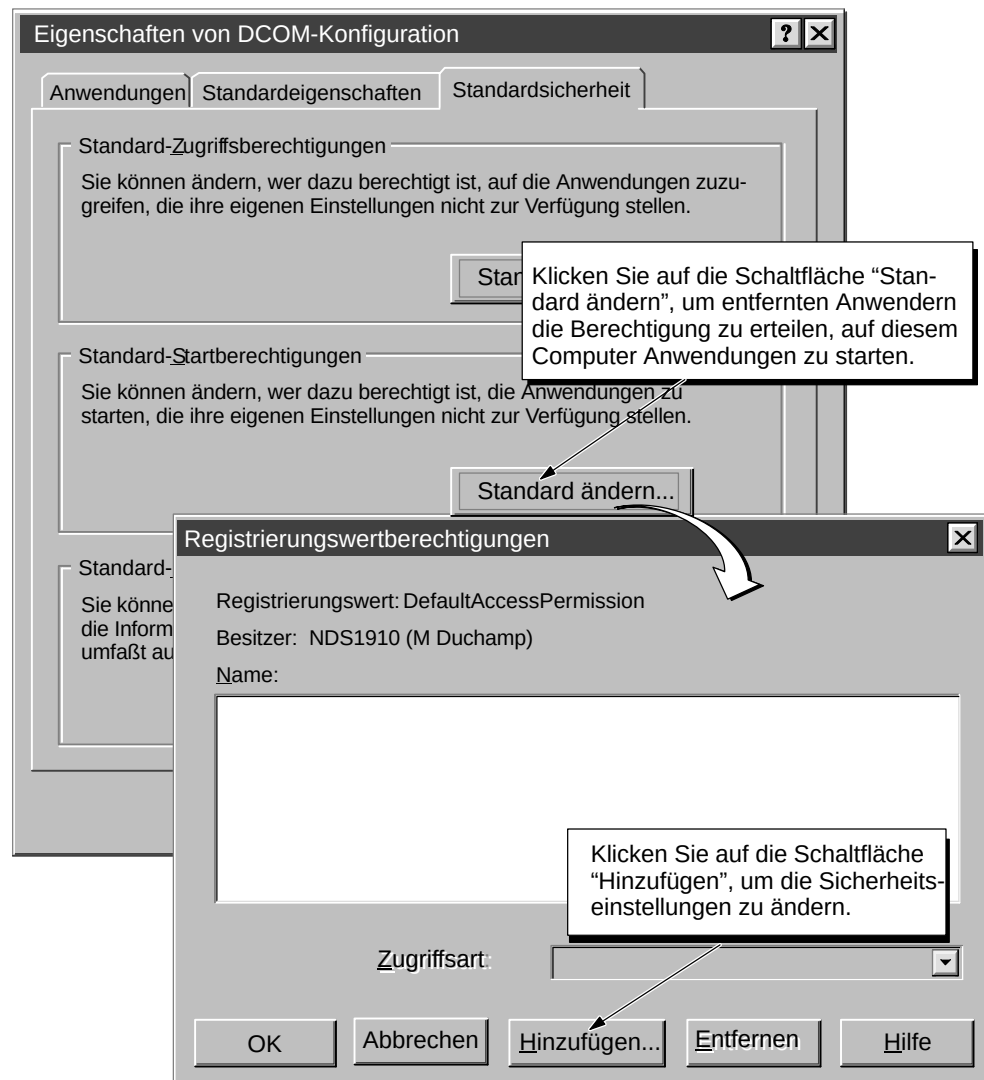

Bild E-7 Einrichten der Standard-Startberechtigungen für DCOM
1. Klicken Sie auf die Schaltfläche "Standard ändern" für "Standard-Startberechtigungen", um das Dialogfeld "Registrierungswertberechtigungen" anzuzeigen (siehe Bild E-7).